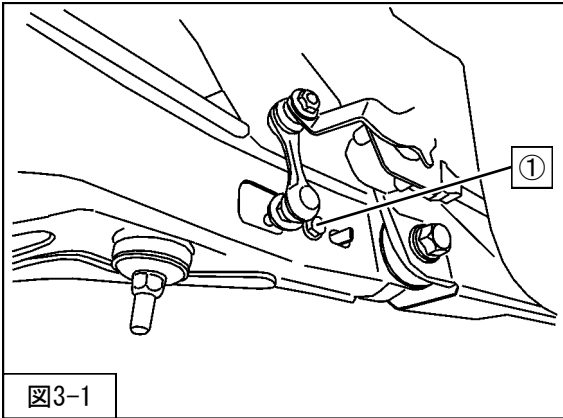

図3-1
1. ①ハイトコントロールセンサ取付ボルトを取外してください。(図3-1)